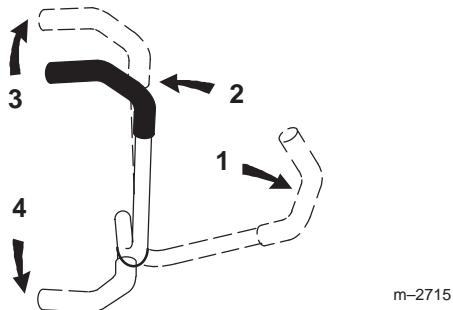

Figure 21
3. Pour vous déplacer en marche avant, poussez doucement les leviers de commande de déplacement vers l'avant (Fig. 21).
Pour vous déplacer en ligne droite, appliquez une pression égale sur les deux leviers de déplacement (Fig. 21).
Pour tourner, relâchez le levier de commande correspondant à la direction que vous voulez prendre (Fig. 21).
2. Pour vous déplacer en marche arrière, tirez doucement les leviers en arrière (Fig. 21).